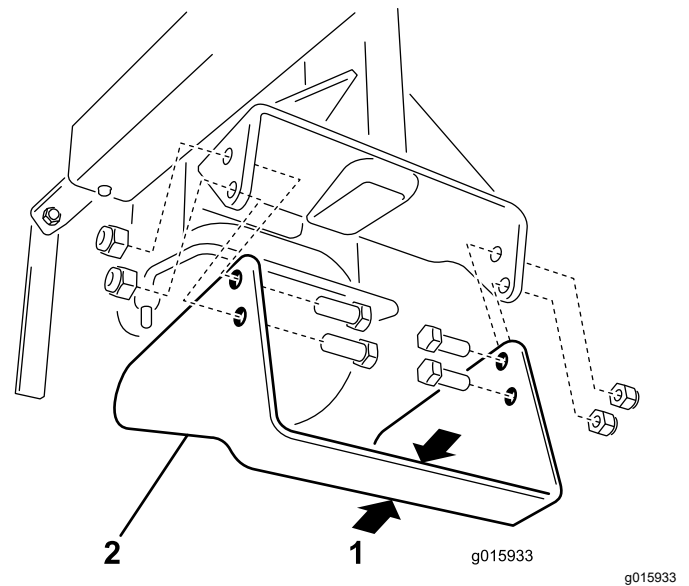

Figura 15
Verifique frequentemente a lâmina do contornador e substitua-a quando a largura estiver reduzida para 3,2 cm. (Figura 15).
3. Retire os 4 parafusos e as 4 porcas que prendem a lâmina do suporte do cortador (Figura 15).